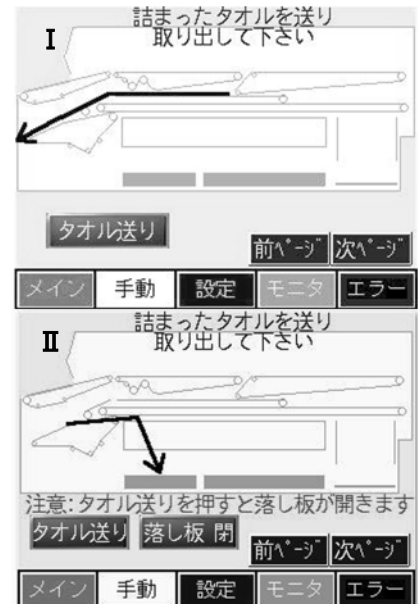

Figure 7-19
- ・機械が停止し、コンベアの途中でワークが停止した場合、取出しやすい位置までワークを手動で送ります。(Figure 7-19)